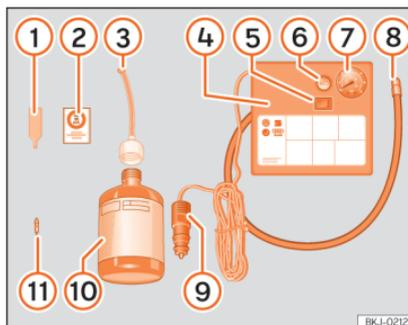

Fig. 32 Representação padrão: conteúdo do kit antifuros.
O kit antifuros está localizado na bagageira, por baixo do revestimento do piso. Inclui os seguintes componentes »» **Fig. 32:**
- Desenrosque a proteção e o obus da válvula do pneu. Utilize o aparelho »» **Fig. 32** 1 para retirar a carga. Coloque-o numa superfície limpa.
- Agite com força a garrafa de vedante de pneus »» **Fig. 32** 10.
- Enrosque o tubo de enchimento »» **Fig. 32** 3 na garrafa de vedante. O selo da garrafa partir-se-á automaticamente.
- Remova o tampão do tubo de enchimento »» Fig. 32 ③ e enrosque a extremidade aberta do tubo na válvula do pneu.
- Volte a colocar o obus com o aparelho »» Fig. 32 ① na válvula do pneu.
- Enrosque o tubo de enchimento do pneu do compressor »» Fig. 32 ⑧ na válvula do pneu.
- Verifique se o parafuso de evacuação de ar está fechado »» Fig. 32 ⑥.
- Ligue o conector »» Fig. 32 ⑨ à tomada de corrente de 12 volts do veículo »» Página 165.
- Ligue o compressor de ar com o interruptor ON/OFF »» Fig. 32 ⑤.
- Cole o autocolante »» Fig. 32 ② no painel de instrumentos, dentro do campo visual do condutor.
Volte a enrosocar o tubo de enchimento »» Fig. 32 ⑤ e verifique a pressão no manómetro ⑥.